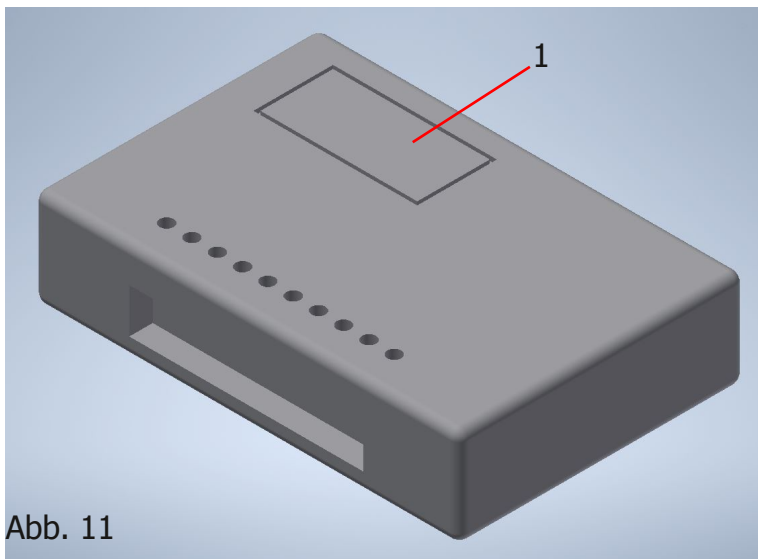

Abb. 11
1. Entfernen Sie die Abdeckung (Abb.11 Nr.1) am Funkempfänger um an die Programmiertaster zu gelangen.
2. Betätigen Sie den linken Taster (Abb.11 Nr.2). Darauf hin blinkt eine LED (Abb.11 Nr.3) langsam.
3. Während Sie den Programmiertaster gedrückt halten betätigen Sie gleichzeitig die erste Taste am Handsender (Abb.12 Nr.4). Die LED (Abb.11 Nr.3) blinkt nach der Handsendererkennung nun schnell.
1. Entfernen Sie die Abdeckung (S.09 Abb.11 Nr.1) am Funkempfänger um an die Programmiertaster zu gelangen.